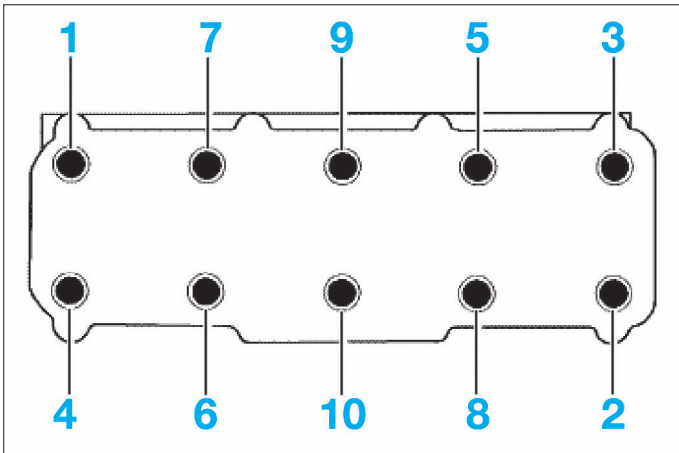

FIG. 57
- Desserrer progressivement, et dans l'ordre indiqué, les vis de fixation de la culasse puis la dégager (Fig.57).